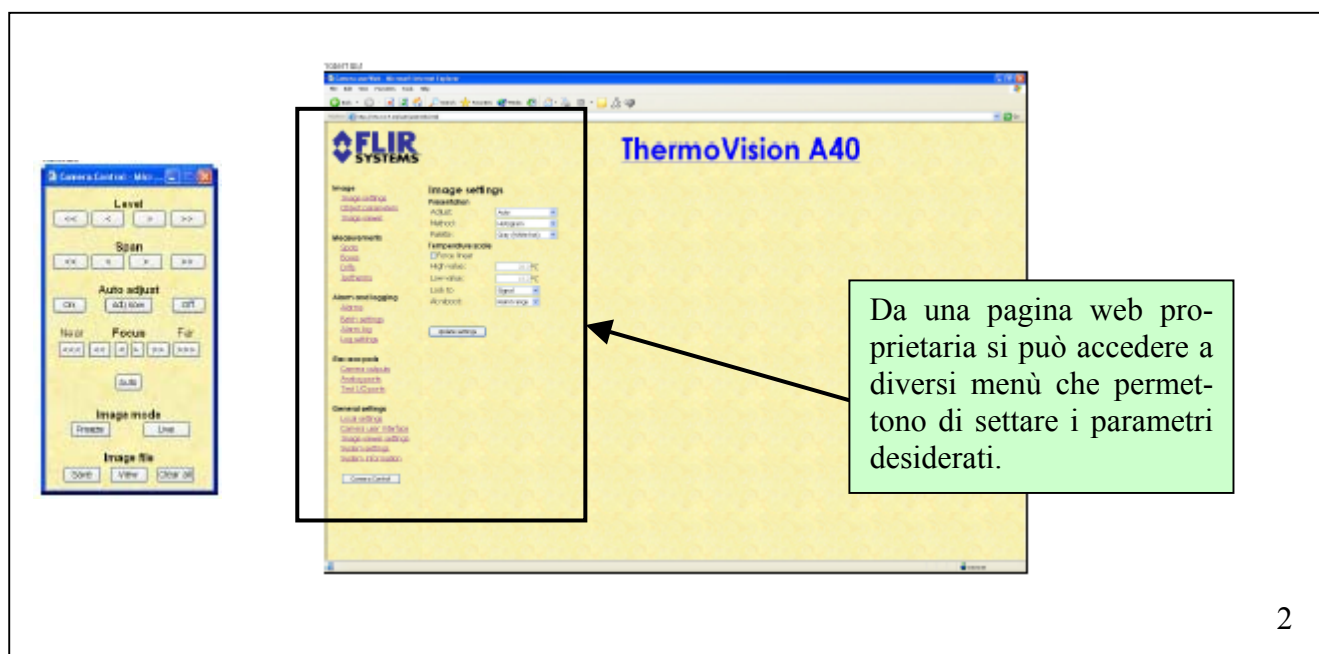

Figura 2. Settaggio parametri mediante connessione al Web Browser interno alla telecamera Flir A 40 M.
- Mediante una connessione al Web Browser interno della telecamera ed una connessione analogica a video per seguire le operazioni da compiere (Figura 2).